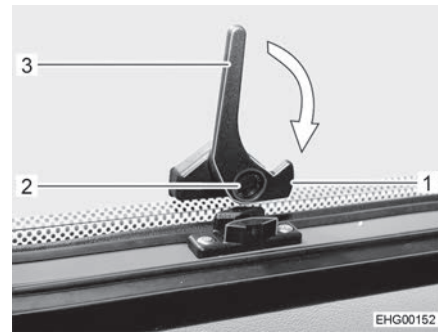

Fig. 63 Palanca de bloqueo inferior (posición "abierta")
- Pulsar el botón de seguridad (Fig. 63,2) en la palanca de bloqueo inferior (Fig. 63,3) y mantenerlo pulsado.
- Girar la palanca de bloqueo inferior (Fig. 63,3) un cuarto de vuelta hacia el marco de la ventana hasta que engatille el saliente de bloqueo (Fig. 63,1).